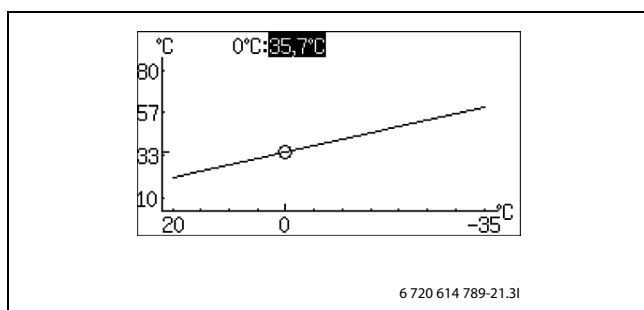

Bild 56
- Drehknopf bei markiertem Quadrat drehen, bis 0 °C markiert ist (→ Bild 56).